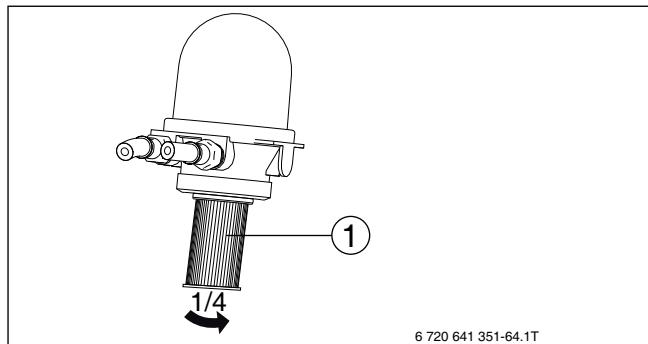

Bild 94 Ölfiltereinsatz austauschen
- ▶ Ölfiltereinsatz (→ Bild 94, [1]) mit einer Viertel-Umdrehung gegen den Uhrzeigersinn lösen.
- Ölfiltereinsatz (→ Bild 94, [1], Seite 51) ansetzen und mit einer Viertel-Umdrehung im Uhrzeigersinn befestigen.